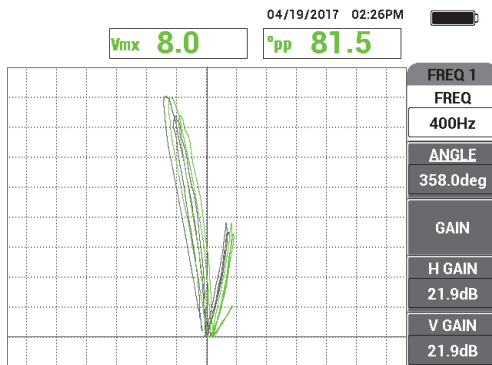

**Figura 5-215 Defeitos de 40% e 60% do diâmetro externo definido como imagem de referência.**
10. Pressione e segure a tecla REF SAVE (REF ) até ouvir um bipe e, em seguida, pressione a tecla ERASE () ou o interruptor de pé ERASE. Isto fornecerá uma imagem de referência em uma cor complementar na tela para fins de referência (veja Figura 5-215 na página 285).